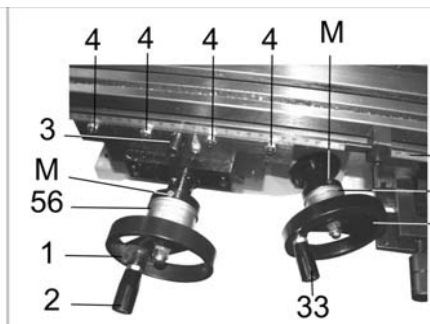

Рис. 4
12.1.6. Перед началом работы и после окончания капните несколько капель масла на направляющие подачи стола, стойки перемещения бабки, оси маховиков, в маслёнки подшипников (М), Рис. 4 - 6, и всех узлов, снабжённых маслёнками.